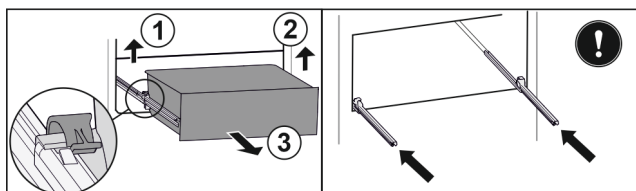

Fig. 161
- Linker klem optillen en gelijktijdig lade links naar voren trekken. Fig. 161 (1)
- Rechter klem optillen en gelijktijdig lade rechts naar voren trekken. Fig. 161 (2)
- Lade naar voren toe verwijderen. Fig. 161 (3)